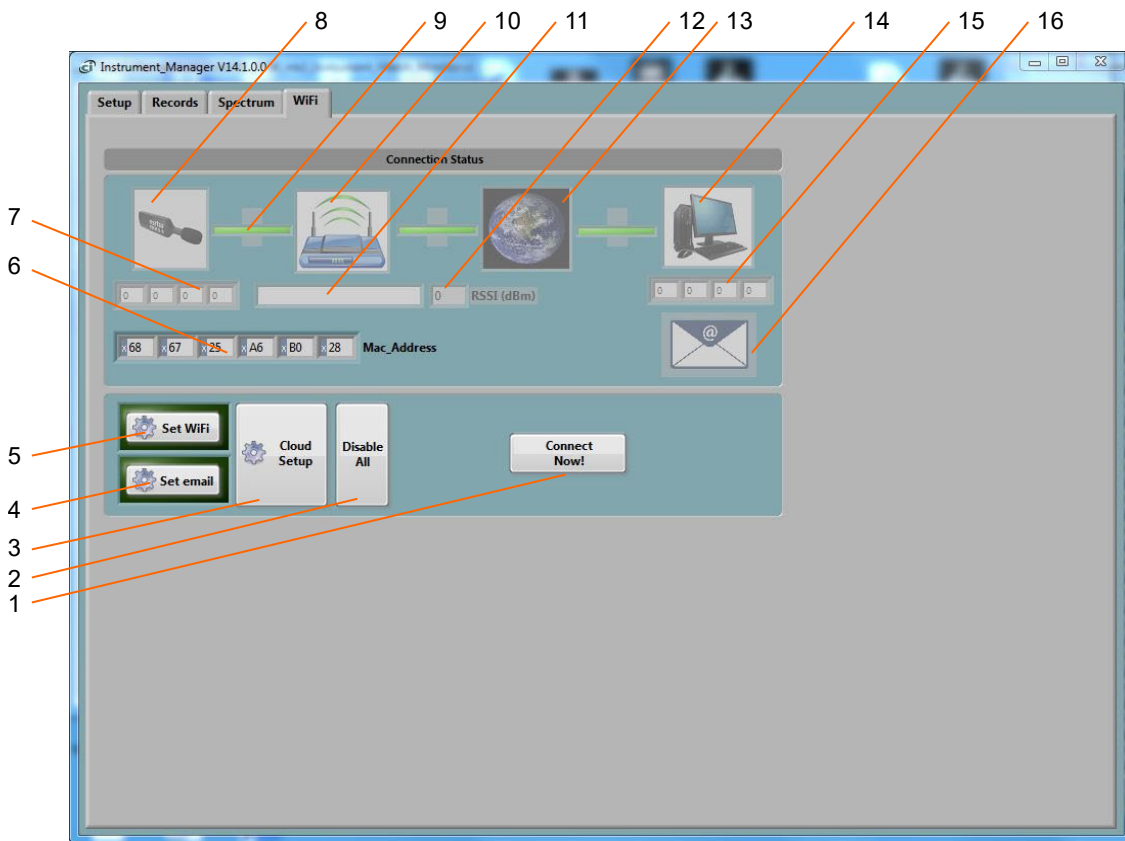

Figure 5 Onglet WiFi
- **L'onglet Wi-Fi :** Permet d'afficher l'état de connexion actuel du *NSRTW_mk4*, et de configurer ses paramètres de connexion (SSID, Sécurité, Mot de passe... etc.) (voir Figure 5).